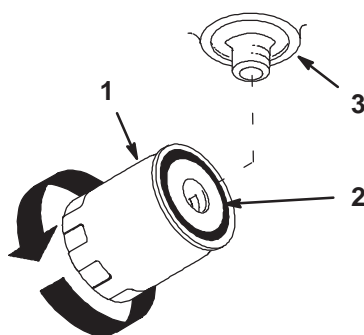

Figure 56
4. Appliquez une fine couche de liquide hydraulique sur le joint en caoutchouc du filtre de rechange (Fig. 56).
6. Remplissez le réservoir hydraulique jusqu'à ce que le liquide déborde du filtre. Tournez alors le filtre à huile dans le sens horaire jusqu'à ce que le joint en caoutchouc vienne toucher l'adaptateur du filtre. Serrez ensuite le filtre de 1/2 tour supplémentaire (Fig. 56).